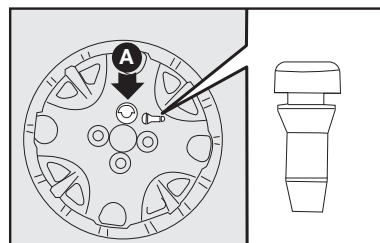

fig. 21
8) Colocar a calota cuidando para que o símbolo , na parte interna, fique em correspondência com a válvula, e dessa maneira o furo maior da calota **A-fig. 21** passe pelo parafuso já fixado;